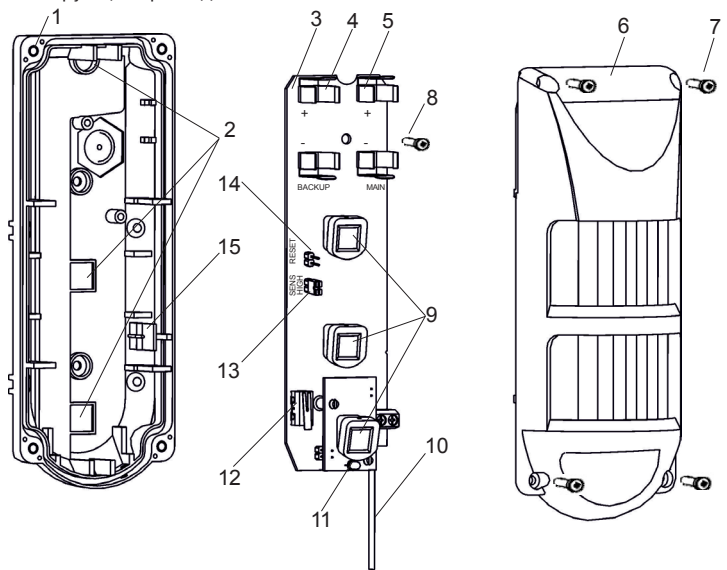

Рисунок 1 – Извещатель
Извещатель (рисунок 1) состоит из основания (1), печатной платы (3) и крышки (6). На печатной плате расположены держатели двух батарей CR123A – основной (5) и резервной (4), три ИК пироприемника (9), антенна (10), входит в комплект поставки, двухцветный световой индикатор (11), датчик вскрытия корпуса (12), переключатель и контакты SENS HIGH (13) и контакты RESET (14). Печатная плата фиксируется на основании защелкой (15) и винтом (8). Крышка (6) крепится к основанию (1) четырьмя винтами (7) с использованием герметизирующей прокладки.